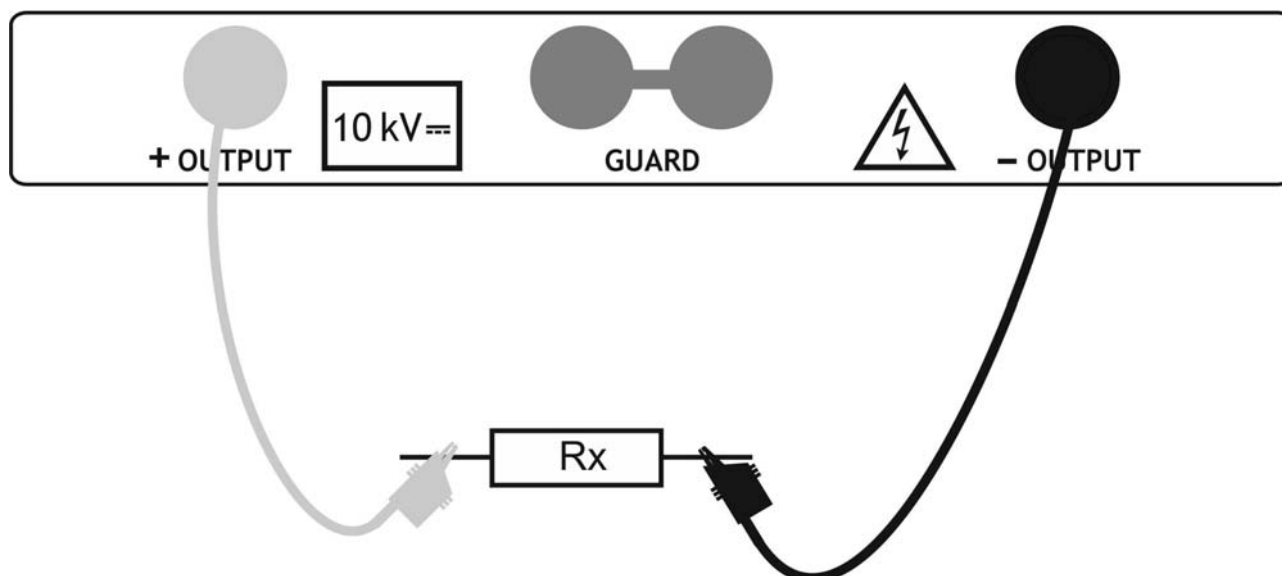

Fig. 24: Collegamento dello strumento per misura di isolamento
4. Collegare il puntale del Terminale 1 o del Terminale 2 (positivo) e il cavo nero dei Terminali 2 (negativo) all'oggetto in prova (vedere Fig. 24)